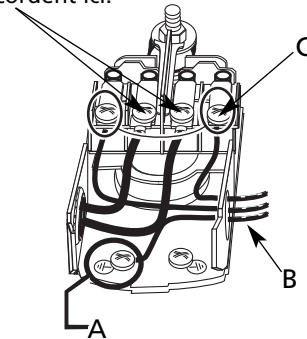

Figure 14 – Tension réglée sur 230 volts, type à cadran
1. Connecter d'abord le fil de mise à la terre comme indiqué à la Figure 14. Il doit être en cuivre massif et d'un diamètre au moins égal à celui des fils d'alimentation.
4. Connecter les fils d'alimentation électrique au manostat comme indiqué à la Figure 14.